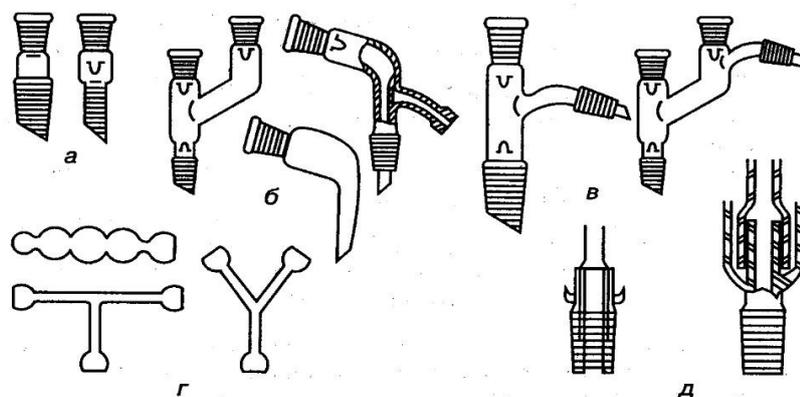

Рис. 6. Важнейшие соединительные элементы: а) переходы, б) аллонжи, в) насадки, г) трубки соединительные, д) затворы
**Соединительные элементы** (рис. 6) предназначены для сборки на шлифах различных лабораторных установок.